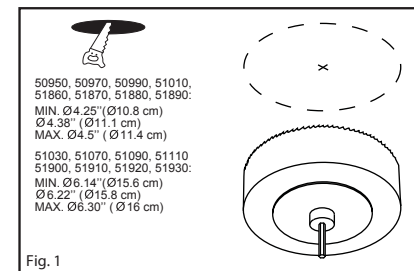

Fig. 1
1. Drill hole in ceiling and prepare supply wires. Install and unshield the line feed cable 6" (15 cm) and strip wires 5/8" (1.6 cm). (Fig. 1)
1. Percer le trou dans le plafond et préparez les fils d'alimentation. Installer et dégainer le fil du secteur de 6 po (15 cm) et dénuder les fils de 5/8 po (1.6 cm). (Fig. 1)